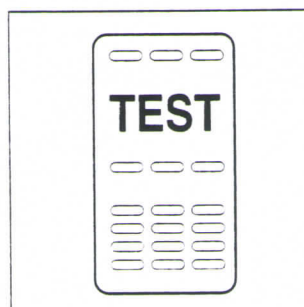

Fig. 38/1 Interruptor basculante para o teste das lâmpadas na cabine do motorista
- Acione o interruptor basculante *TEST* (Fig. 38/1).